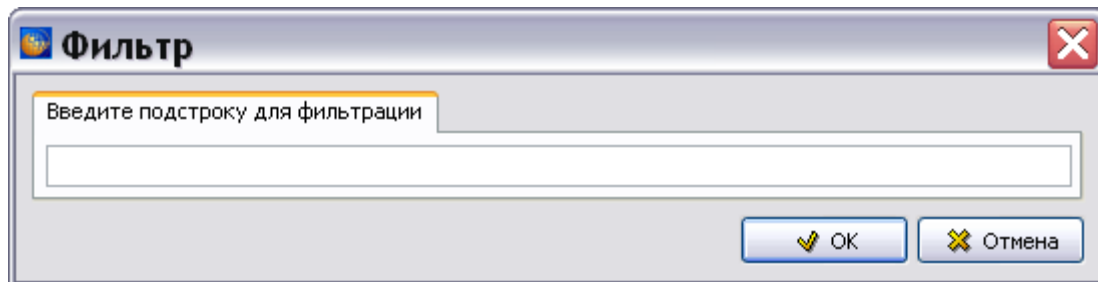

Рис. 145
3. В окне **Фильтр** введите слова для фильтрации (Рис. 145).